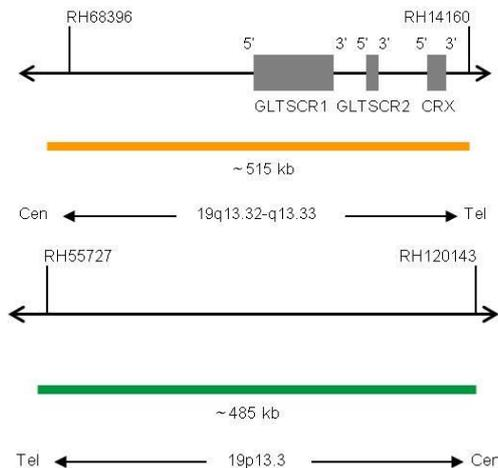

Fig. 2: In alto: Mappa della sonda 19q13; In basso: Mappa della sonda 19p13 (non in scala)
- Polinucleotidi (~4.5 ng/μl) marcati con ZyOrange (eccitazione 547 nm/emissione 572 nm), le cui sequenze target mappano in 19q13.32-q13.33* (chr19:47,857,776-48,374,564) (vedere Fig. 2).
- Polinucleotidi (~10.0 ng/μl) marcati con ZyGreen (eccitazione 503 nm/emissione 528 nm), le cui sequenze target mappano in 19p13.3* (chr19:658,555-1,144,465) (vedere Fig. 2).